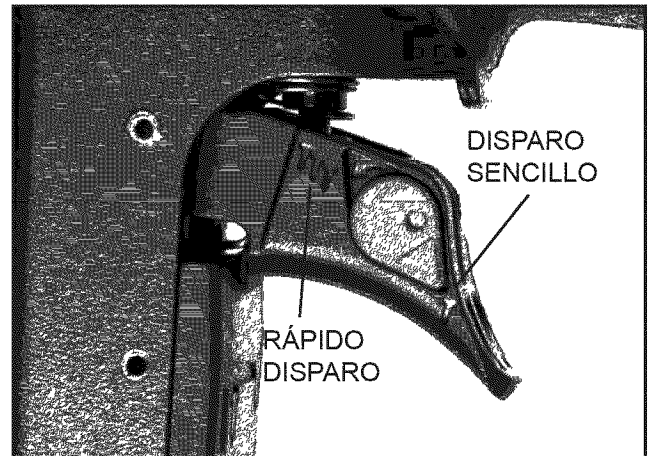

Figura 7- Interruptor de Empuje y Rotación (empujando desde la parte posterior) para seleccionar el modo de operación.
- La herramienta está equipada con un interruptor giratorio, el cual puede ajustarse al modo de disparo rápido o de un sólo disparo (Ver la figura 7). Cuando el interruptor esté ajustado al modo de un sólo disparo, la herramienta no conducirá un segundo sujetador hasta que el gatillo esté completamente liberado y jalado de nuevo.